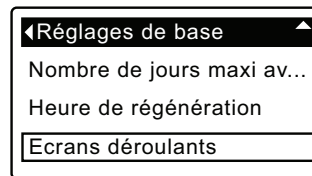

FIG. 43
3. Appuyez sur le SÉLECTEUR (O) pour afficher le menu des réglages de base (cf. Figure 43).
7. Pour désactiver un écran, mettez d'abord l'état en évidence; appuyez ensuite sur le SÉLECTEUR (O). Le carré noir deviendra un carré blanc. Enfoncer à nouveau le SÉLECTEUR (O) rétablit le carré noir et sélectionne à nouveau l'état mis en évidence. La sélection/mise en évidence d'au moins un écran d'état est obligatoire.
8. Au terme de vos sélections, quittez ce menu en appuyant sur le bouton GAUCHE (◀); l'afficheur revient au menu des réglages de base (Figure 43).